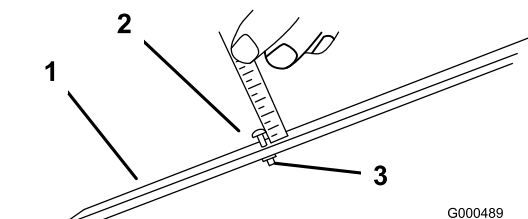

図 57
- ゲージバー（図 57）のナットをゆるめ、調整ネジを希望の刈り高に合わせる。ネジ頭の下からバーの表面までの距離が刈り高となる。